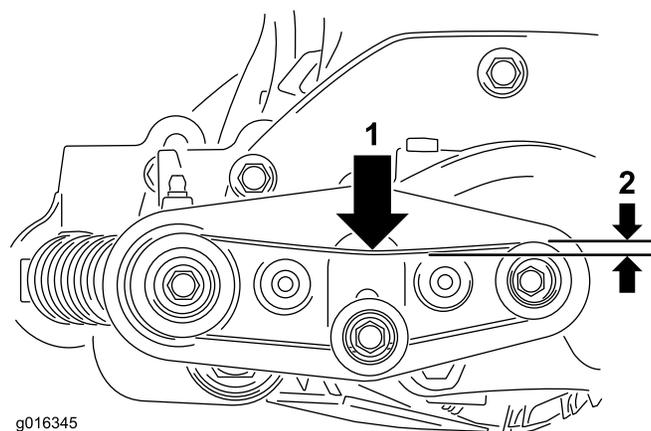

Рисунок 12
14. Проверьте натяжение приводного ремня щетки. При приложении в середине ремня силы 1 кг ремень должен иметь прогиб приблизительно 6 мм; см. Рисунок 12.